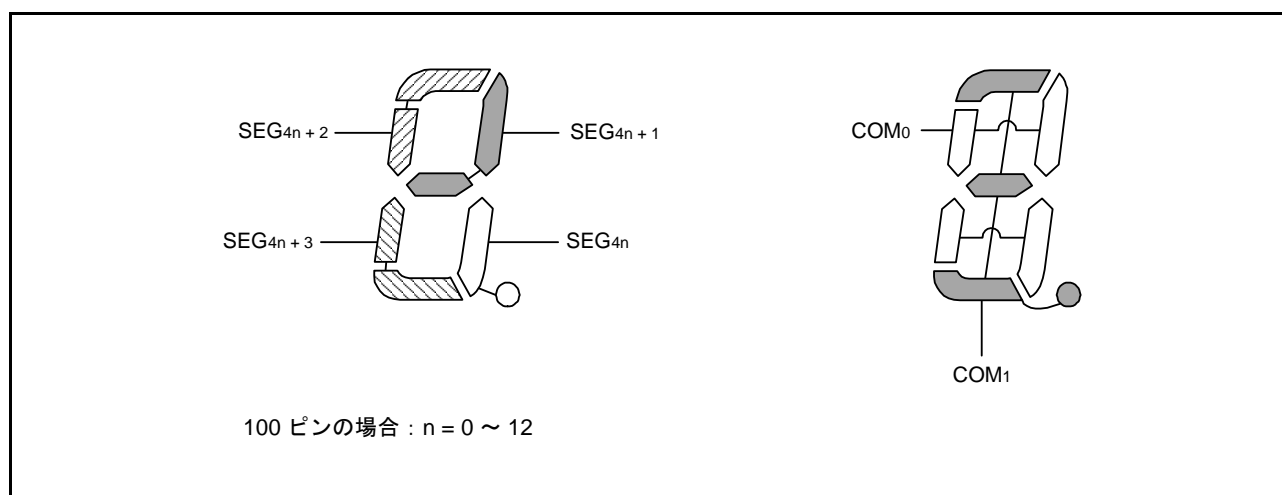

図 34.21 2時分割 LCD 表示パターンと電極結線
ここでは 4 桁目の “3” (3) を例にとって説明します。図 34.21 の表示パターンに従って、COM0, COM1 の各コモン信号の選択タイミングで選択、非選択電圧を SEG12 ~ SEG15 端子に出力する必要があります。